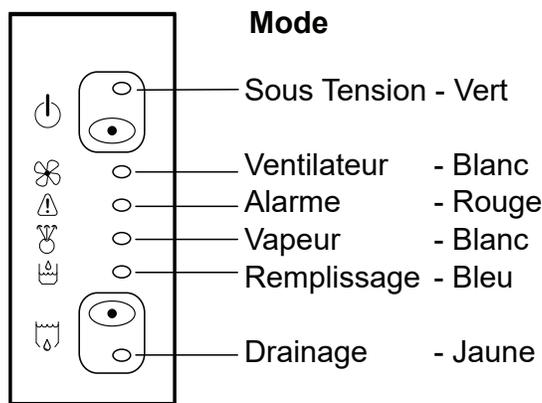

Fig. 4a
4.1 Le circuit électronique situé à l'intérieur du boîtier contrôle toutes les fonctions de l'humidificateur. Le panneau frontal est équipé de voyants lumineux qui renseignent sur l'état de l'appareil. Voir Fig. 4a. Référez-vous au point 4.2 pour la description des fonctions.